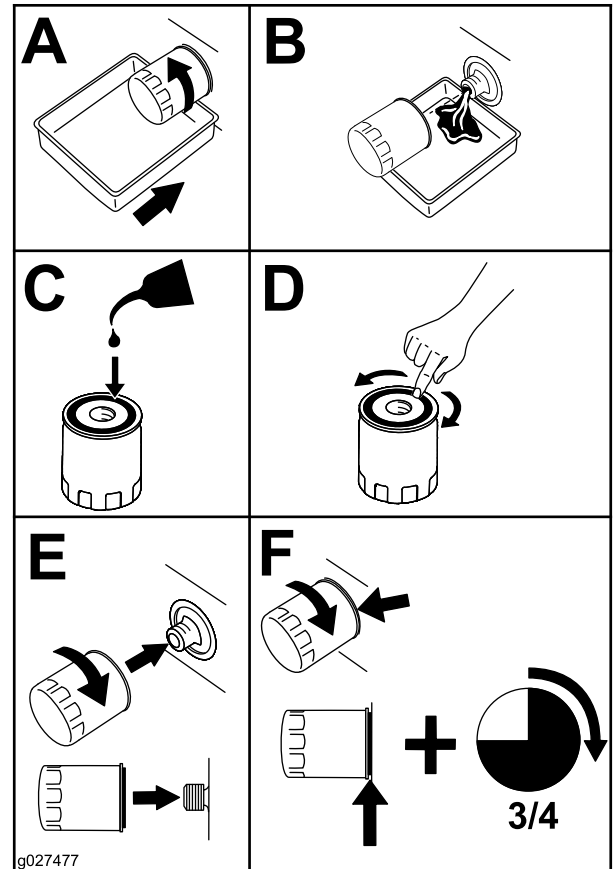

Figure 59
5. Remplacez le filtre à huile moteur (Figure 59).